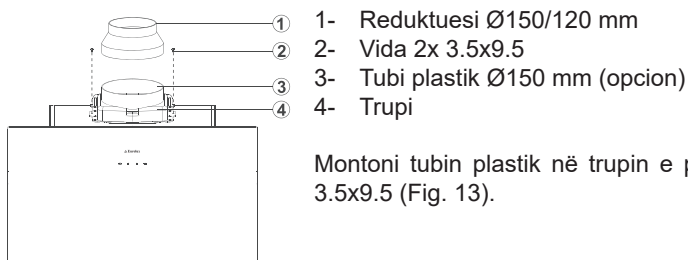

Fig. 13
Montoni tubin plastik në trupin e produktit duke përdorur vida 3.5x9.5 (Fig. 13).
- Lidhjeni Ø150/120 mm adaptuesin për tubin plastik në dalje për ajër, nëse tuba për dalje të ajrit është 120 mm (Fig 13).